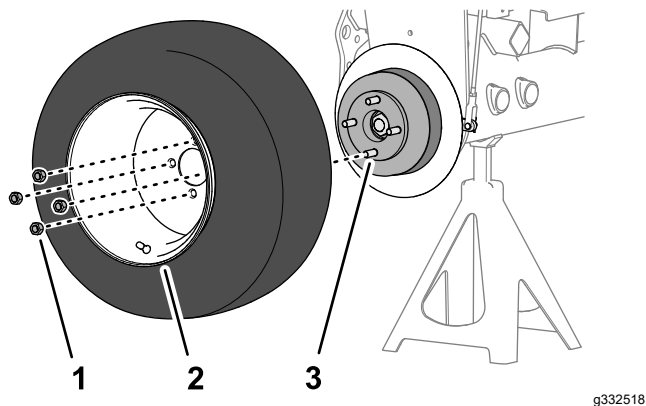

Figure 74
1. Fixez la roue sur le moyeu avec les 4 écrous de roue (Figure 74), et serrez les écrous à la main.